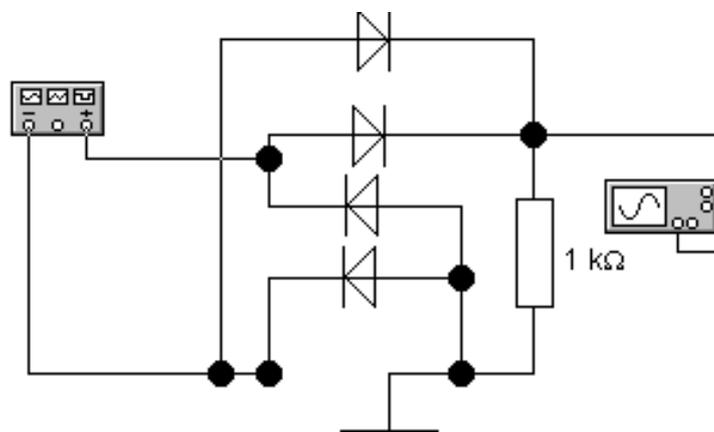

Рис. 5. Схема
3.3. Собрать схему двухполупериодного выпрямителя (рис. 5).